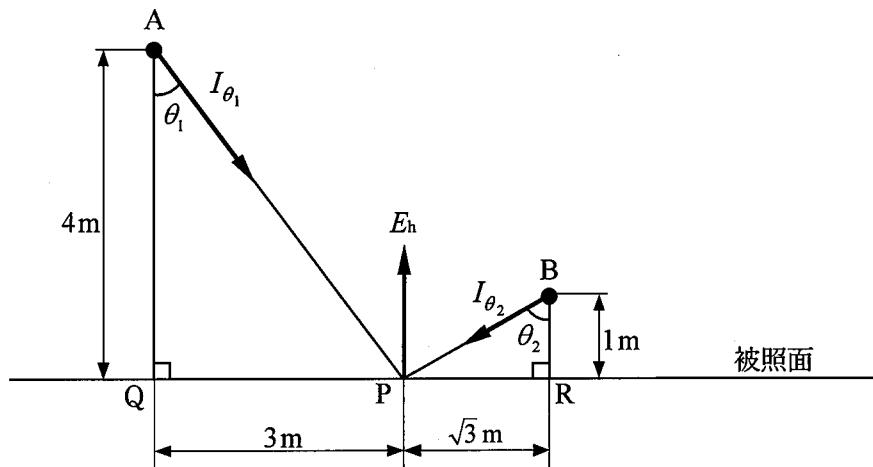

図 1
- 1) 図 1 に示すように、すべての方向に均一に放射を発する点光源 A、B があり、A は被照面から高さ 4 m の位置に置かれている。はじめに A のみを点灯させる。A の光度 I_{θ_1} が 2 000 cd であるとき、被照面上で、点光源 A 直下の点 Q から 3 m 離れた位置 P ($\angle PAQ = \theta_1$) での水平面照度 E_h [lx] が得られている。次に、A に加えて、点 P から被照面上で $\sqrt{3}$ m 離れた位置 R の真上 1 m の位置にある点光源 B ($\angle PBR = \theta_2$) を点灯した。B の光度 I_{θ_2} が 100 cd であるとき、点 P で B の点灯前と同じ水平面照度 E_h を得るためには、点光源 A を調光して光度 I_{θ_1} を [cd] にすればよい。